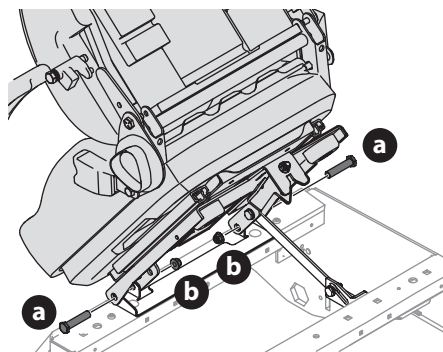

Fig. 8
1. Retirez les deux écrous de blocage de la bride (b) et les boulons à épaulement (a) de la pochette du manuel (Fig. 8).
2. Placez le siège en position et fixez-le en place à l'aide de la quincaillerie (Fig. 8).